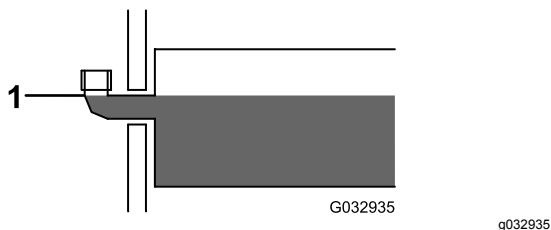

Figure 32
ce que le niveau atteint le bas du coude de remplissage (Figure 32).
- Retirez le bouchon de remplissage du réservoir hydraulique (Figure 32).